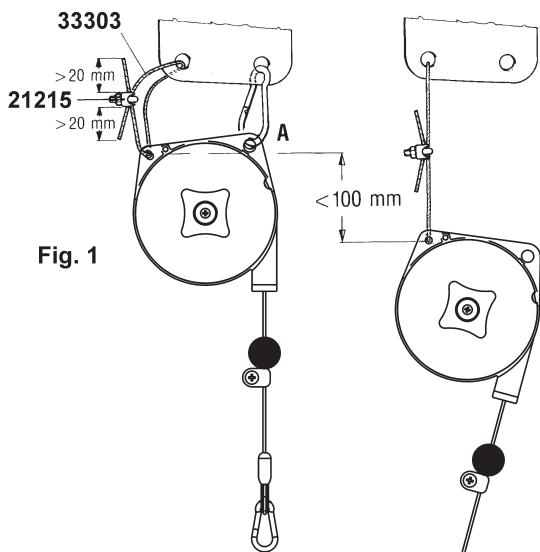

Fig. 1
Устройство (S) для страховочного подвеса балансира всегда следует закреплять к кронштейну/консоли правильно выбранных размеров, используя только стандартные крепежные приспособления (Рис. 1), которые входят в комплект поставки изделия.
Страховочный подвес НЕ ДОЛЖЕН БЫТЬ закреплен на один и тот же кронштейн/консоль, что и основной подвес балансира (A) (Рис. 1). На случай поломки основного подвеса необходимо оставить дополнительный запас хода троса не более 100 мм. Затяните гайки зажимов 21215 (Рис. 1) с моментом затяжки 2 Нм.
Правила эксплуатации балансира предписывают проведение периодического контроля (например, раз в рабочую смену) состояния верхних устройств для подвески (A) и (5) (Рис. 1), крепежных винтов, самоблокирующихся устройств (если такие используются), а также состояние крюков и троса.